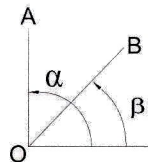

Fig.8
3. Calculati: Masura unghiului este alfa - beta (Fig. 8)